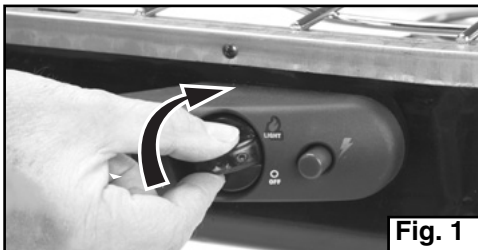

Fig. 1
- Assurez-vous que les commandes des brûleurs soient fermées. (Fig. 1)